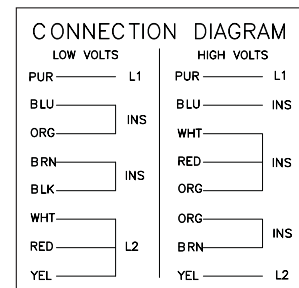

Figura 2 — Diagrama de Cableado Típico
1. Conecte la alimentación según los códigos de NEC y locales. Consulte la Figura 2 para obtener los diagramas de cableado.